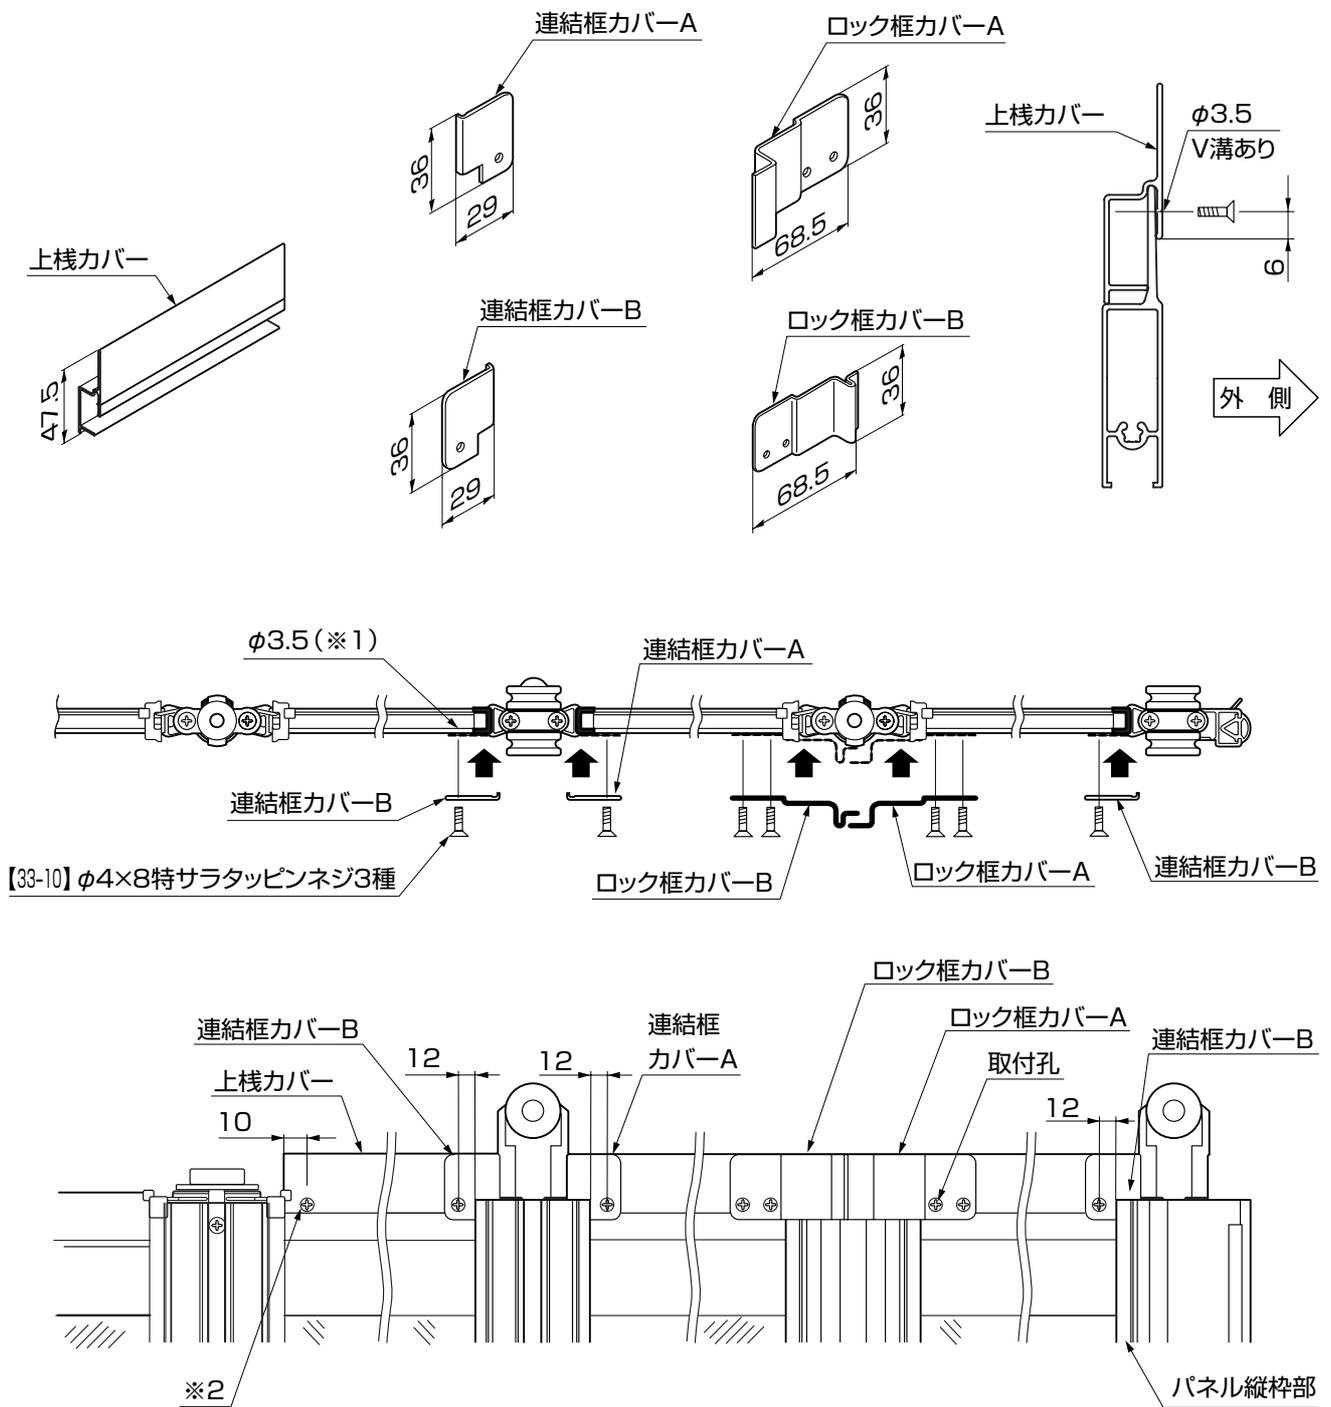

図7-1 ロックパネル2枚1セット
① 図7-1を参照して連結框カバー、ロック框カバー、上棧カバーを【33-10】で取付けてください。